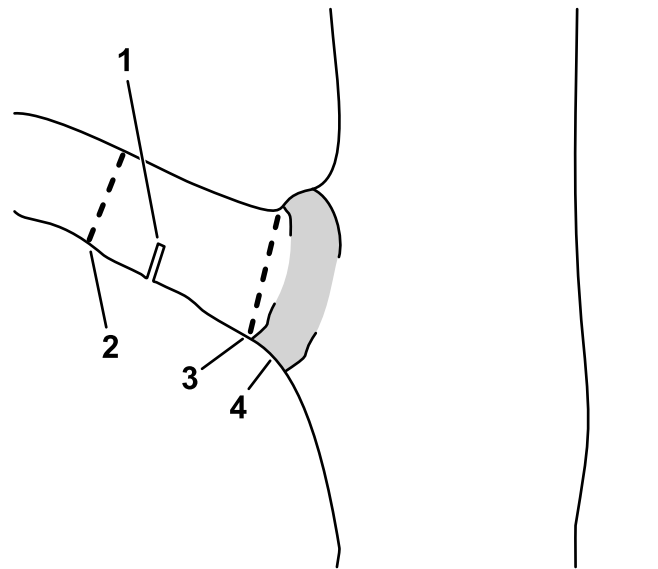

Figura 13
- C. Corte o toco do ramo na base do ramo (Figura 13).